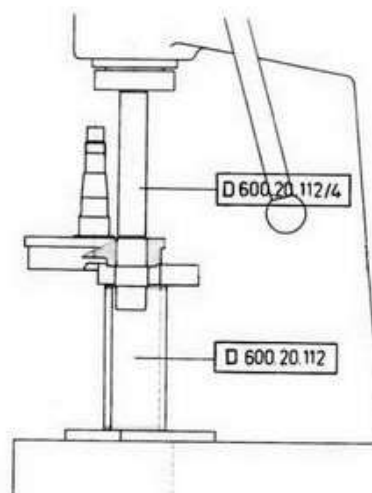

Fig. 44
- Nach Demontage der Pleuelstange in gleicher Weise den Kurbelzapfen aus der linken Kurbelwellenwange heraustreiben (Fig. 44)
- Après avoir démonté la bielle, extraire de la même manière le maneton du vilebrequin côté embrayage (fig. 44)